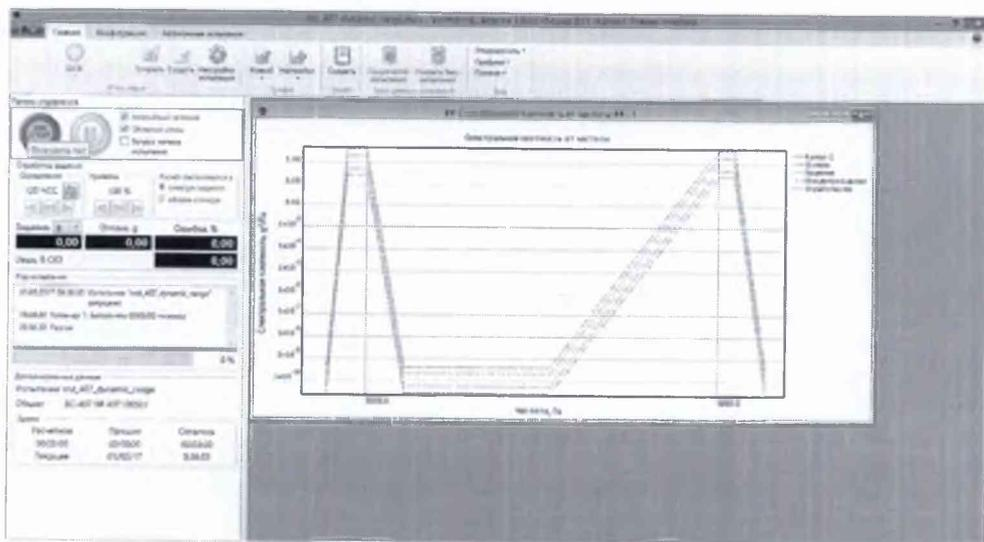

Рисунок 7.2.9
7.2.2.6 В открывшемся окне тестового испытания rnd407\_dynamic\_range (рисунок 7.2.9), имитирующего процесс задания испытательного воздействия в виде широкополосной случайной вибрации с автоматическим поддержанием плотности мощности виброускорения, значения которой варьируются в зависимости от частоты в диапазоне от  $10^{-10}$  до  $1 \text{ g}^2/\text{Гц}$  (в динамическом диапазоне 100 дБ), нажать кнопку «Старт».